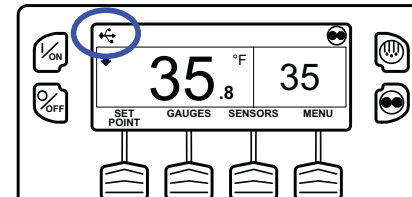

Figura 87: Ícono de unidad flash
•“El ícono USB (Figura 87) aparece en la esquina superior izquierda de la pantalla como se muestra debajo cuando se introduce la unidad flash USB en el puerto de unidad flash USB del panel de control de la unidad.